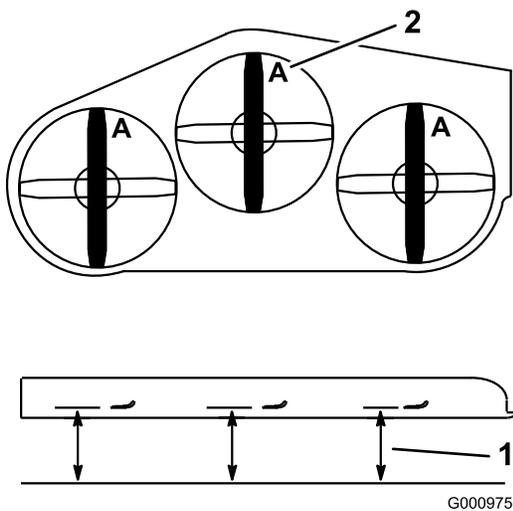

Figure 97
- Tournez les lames dans le sens longitudinal (Figure 97). Mesurez la distance entre la surface plane et le tranchant (position A) des lames (Figure 97). Notez cette valeur.